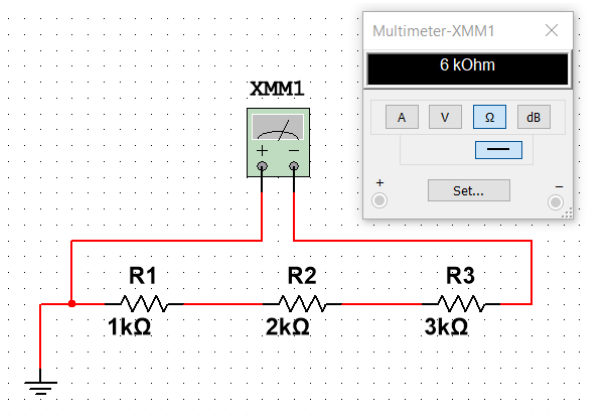

Рис. 5.9
6. Зібрати схему, подібну до рис. 5.9. Значення опорів резисторів — відповідно до варіанту.